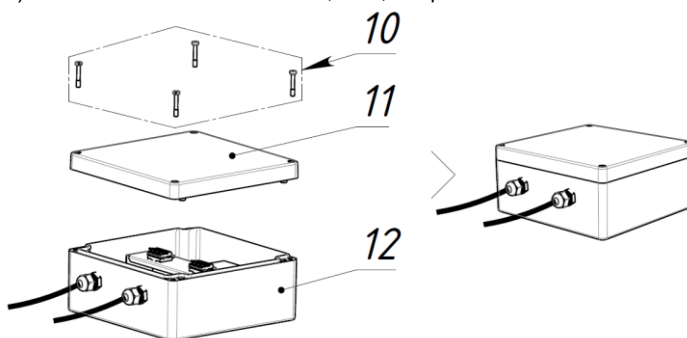

Рис. 12
7. Установить крышку (11) в корпус Driver box for FOUNDRY 150H (12) и зафиксировать 4-мя винта М6 (10). Момент затяжки винта М6 - 2,8 Нм, см. рис. 12.